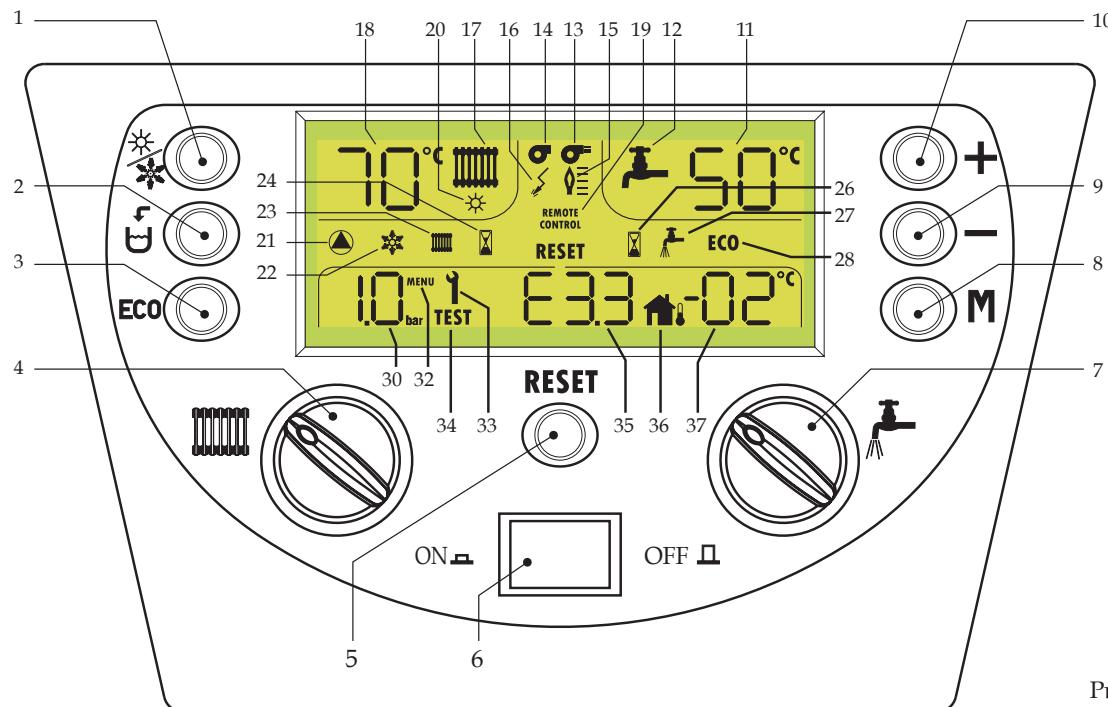

Рис. 1
Для включения/отключения режима Комфорт достаточно нажать клавишу 3 (- 3 рис. 1). Когда включен режим Комфорт, надпись ECO исчезает с дисплея.
Для восстановления рабочего режима - нажать клавишу 5 (Сброс (Reset) - рис. 1).
- Нажать клавишу ВКЛ/ВЫКЛ (ON/OFF) (см. рис. 1)
Нажать клавишу ВКЛ/ВЫКЛ (ON/OFF) (см. рис. 1)
Для выбора одного из двух режимов достаточно нажать клавишу 1 (рис. 1).